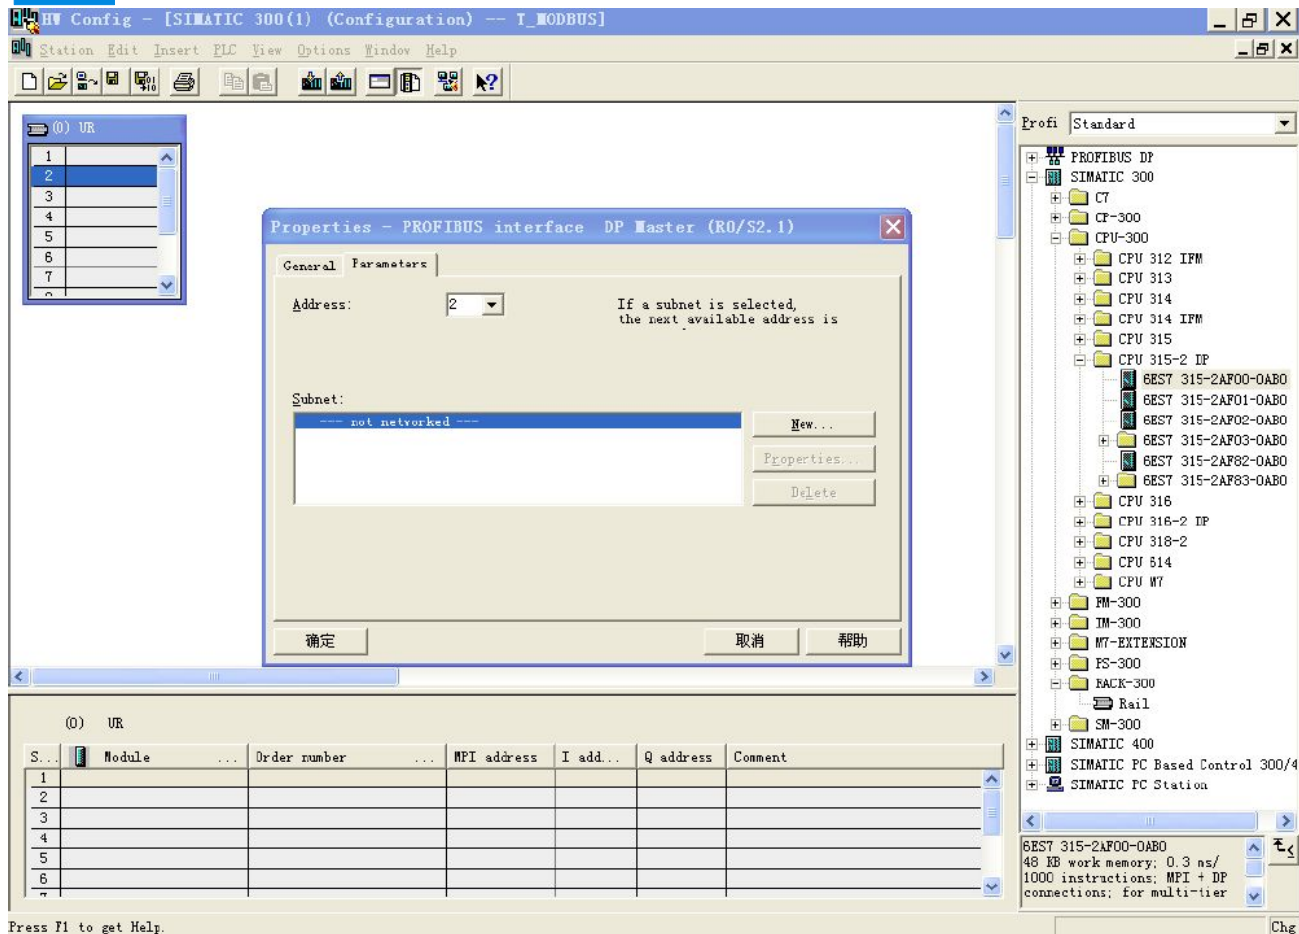

图 9
- ✧ 打开您创建工程的组态设置界面，设定 PLC rack，双击“Hardware Catalog\SIMATIC 300\RACK-300\Rail”，如图 9 所示：